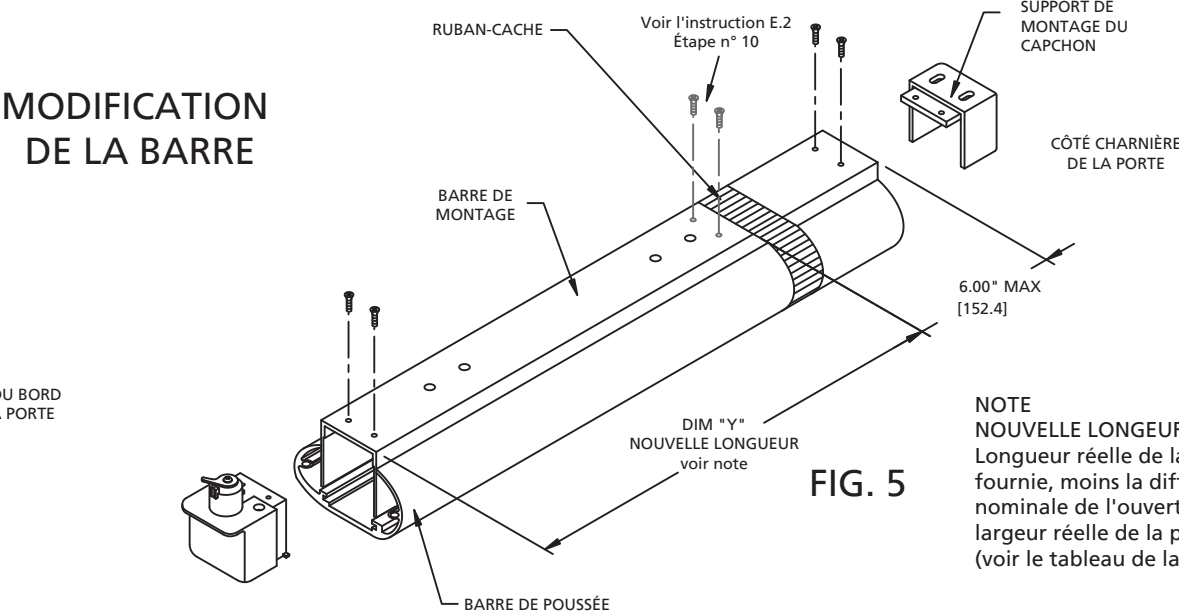

FIG. 5
## E.2 RÉGLAGE DE LA LONGUEUR DE LA BARRE POUR LES LARGESURS DE PORTE NON STANDARD (Fig. 5) :
4. Déterminez la nouvelle longueur de la barre (dimension "Y") selon la note de la Fig. 5.